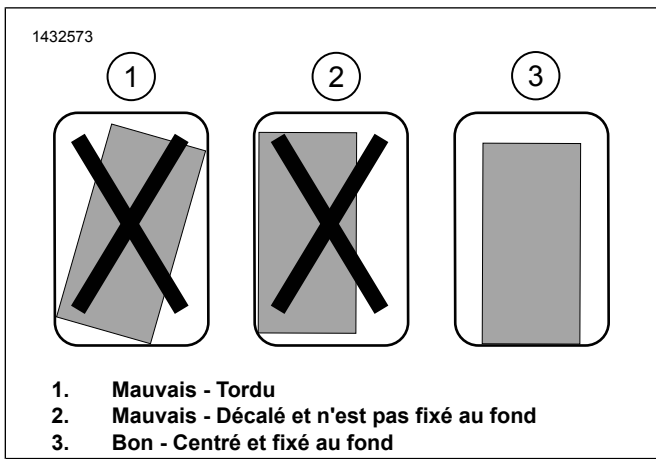

Figure 11. Installation du support de montage
a. Figure 11 Vérifier le support de montage. Le support doit être parfaitement droit, centré et situé le plus près possible du fond de la sacoche.
c. Figure 11 Vérifier le positionnement final en veillant à ce que le support soit droit, centré et situé le plus près possible du fond de la sacoche.